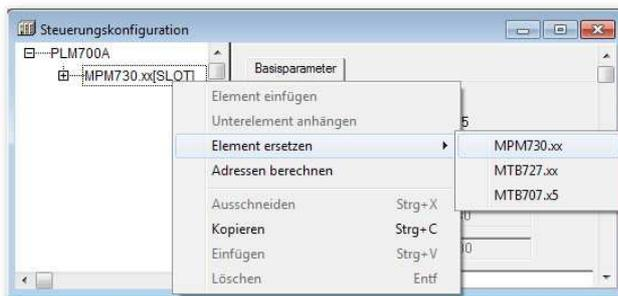

Abb. 1-9 Steuerungs Typ ersetzen
- Wählen Sie nun den entsprechenden Steuerungstyp entsprechend Ihrer Hardware wie in Abb. 1-9 dargestellt.